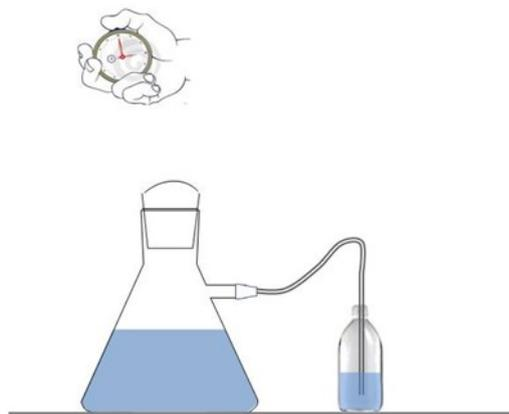

Figura 5
F.1.1. Transcorridos 10 min de estágio de reativação, tire a mangueira de borracha da proveta e mergulhe-a na solução saturada de Ca(OH)_2 (ID # VI) como mostrado na **Figura 5**.